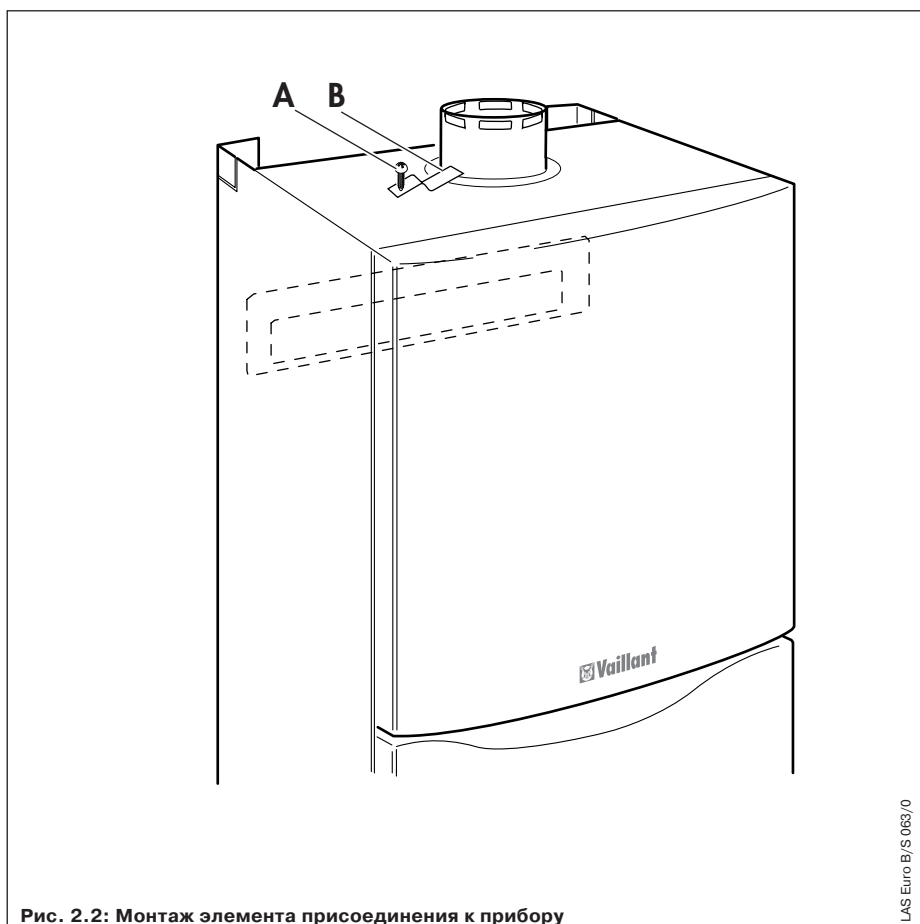

Рис. 2.2: Монтаж элемента присоединения к прибору
- Вставьте присоединительный патрубок (1) в патрубок отвода продуктов сгорания прибора и закрепите его согласно рис. 2.2 прилагаемыми винтами (A) и зажимами (B).
- Вставьте конденсатоотвод (2) в присоединительный патрубок (1).
- Вставьте шланг (3) в отверстие для стока конденсата присоединительного патрубка и закрепите соединение хомутом (4).
- Закрепите сифон (5) на стене. Длины шланга хватает для закрепления под прибором.
- Присоедините шланг (3) к сифону.